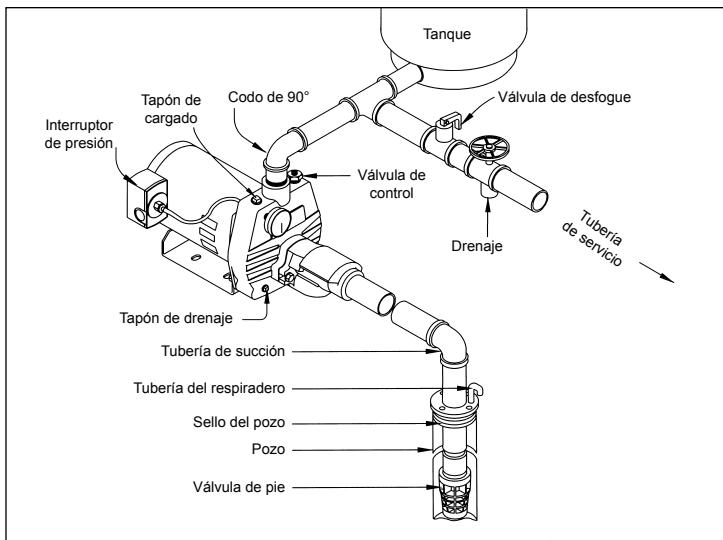

Fig. 3a - POZO POCO PROFUNDO (CON VÁLVULA DE PIE)
- d) **Línea de Servicio:** la línea de servicio debe conectarse como se muestra en la Fig. 3a, b, c ó d. El diámetro de la línea de servicio está totalmente determinado por la cantidad de agua que se necesita y la longitud de la tubería. La tubería elegida debe tener el diámetro suficiente para que las pérdidas por la fricción (determinadas en la Tabla 3, Tabla de Pérdidas por Fricción) nunca excedan 20 pies (6 metros) de presión.